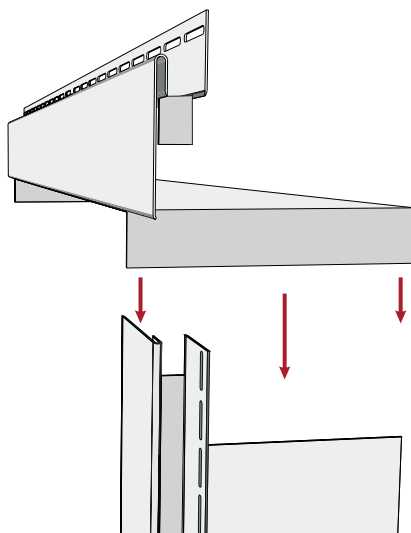
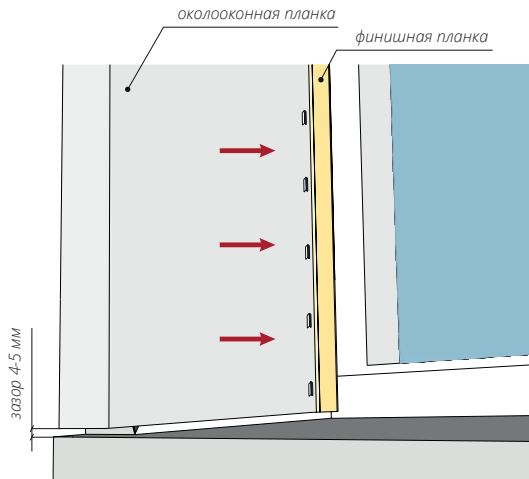
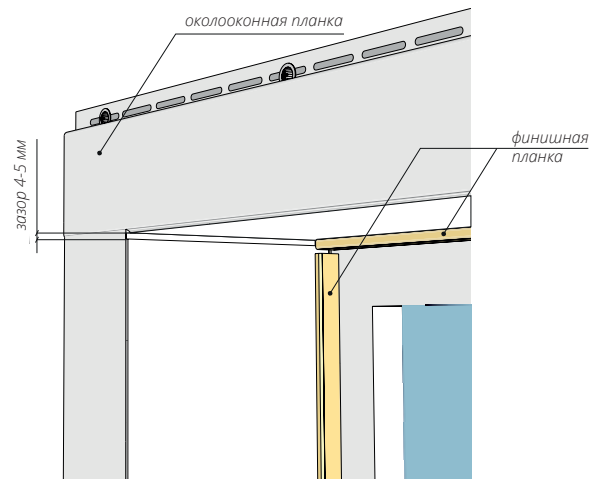

Рисунок 59
Рисунок 61
Рисунок 62
**13.14** Примерьте околооконную планку на оконном проеме, соединив ее с верхней планкой (рис. 59, 60). В нижней части, в примыкании с отливом, околооконные планки должны быть подрезаны параллельно отливу с зазором 4-5 мм (рис. 61). В верхней части примыкания к верхней околооконной планке должен быть зазор 4-5 мм (рис. 62).